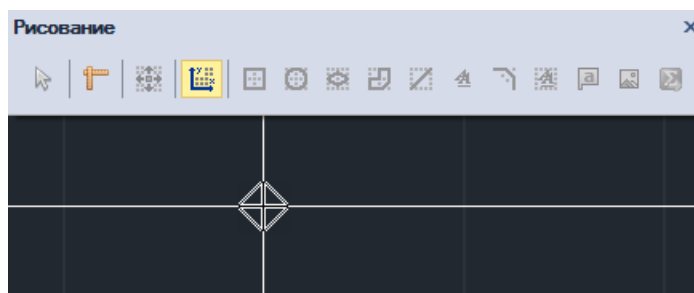

Рис. 473 Вид курсора при работе инструмента «Переместить начало координат»
1. Вызовите инструмент «Переместить начало координат», который доступен на панели «Рисование», в разделе «Инструменты» главного меню и контекстного меню. Курсор поменяет вид, см. Рис. 473. В панели «Свойства» в динамическом режиме будут отображаться текущие координаты курсора.